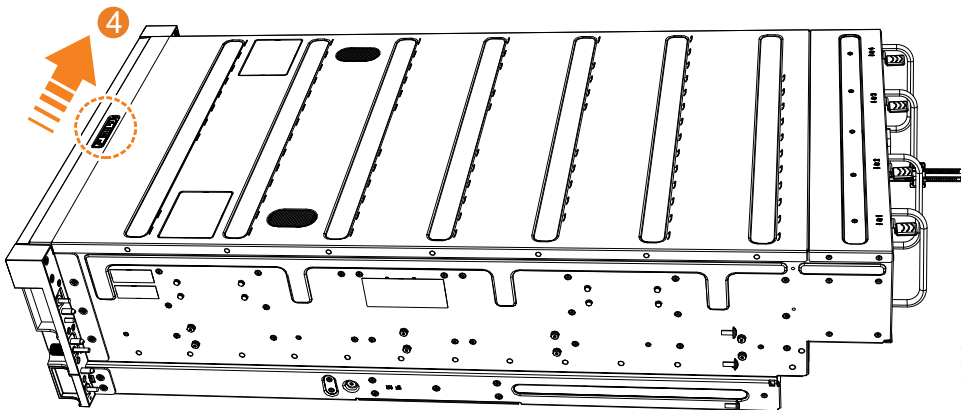

Abbildung 80. Obere Abdeckung verriegeln
5. Verriegeln Sie die Abdeckung, indem Sie den Lösehebel ( 4 ) wie in Abb. 80 gezeigt schließen.